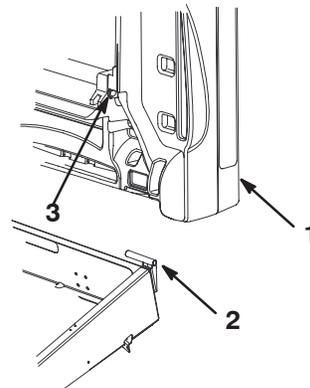

Bild 11
3. Schieben Sie das Befestigungsloch der Pritsche über die Schwenkhalterung (Bild 11).